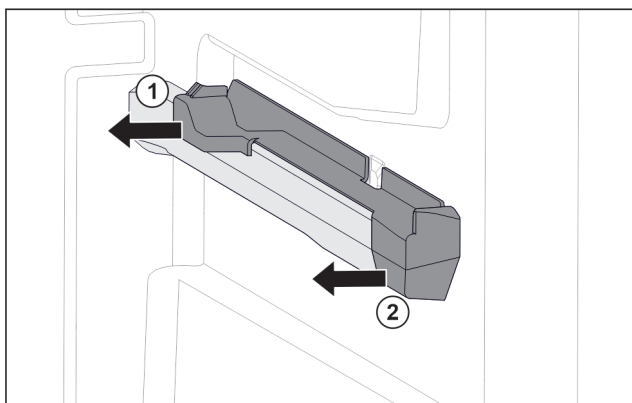

Fig. 46 Вставна частина на правому ребрі для резервуару
- ▶ Відсунути вставну частину назад вбік. Fig. 46 (1)
- ▶ Відсунути вставну частину вперед вбік. Fig. 46 (2)